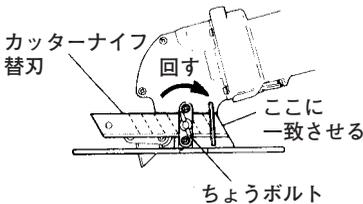

図 27
- (1) ちょうボルトをゆるめ、凹部にカッターナイフ替刃をさし込みます。
- (2) カッターナイフ替刃の先端を図 27 のようにギヤカバーの端面と一致させます。
- (3) ちょうボルトを、パチンと音がするまで回します。(図 27)
- (4) ちょうボルトを少しゆるめ、カッターナイフ替刃および切刃をとりまします。
- (5) ちょうボルトを1～2回転右に回します。そのままにしておきますと、切断中にちょうボルトがゆるみ、紛失するもとなりまします。